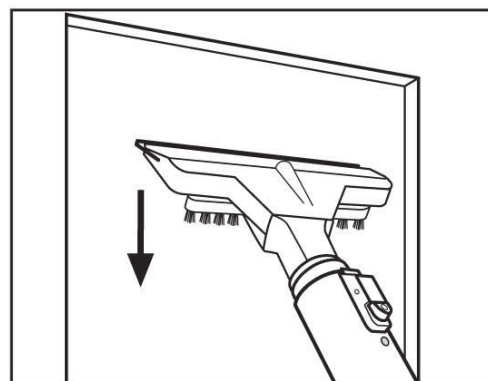

Fig. 12
- tryck gummiskrapan mot ytan och sug in vattnet med rätlinjiga rörelser uppifrån och ner (**Fig. 12**).